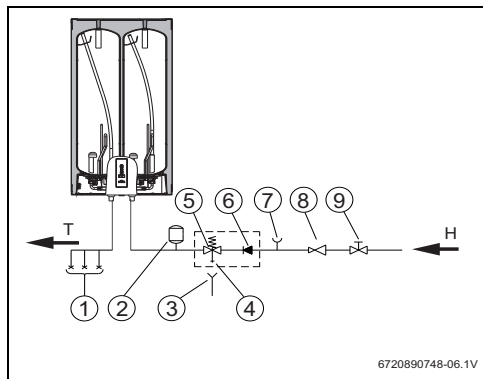

Fig. 7 Sistema fechado (pressurizado)
- No caso de sistema fechado sob pressão (Fig 7.) devem ser utilizadas torneiras misturadoras sob pressão nos pontos de consumo.
- ▶ Montar a válvula de segurança na ligação de água fria do termoacumulador (Fig. 7).
- ▶ instalar uma válvula redutora (Fig. 7).